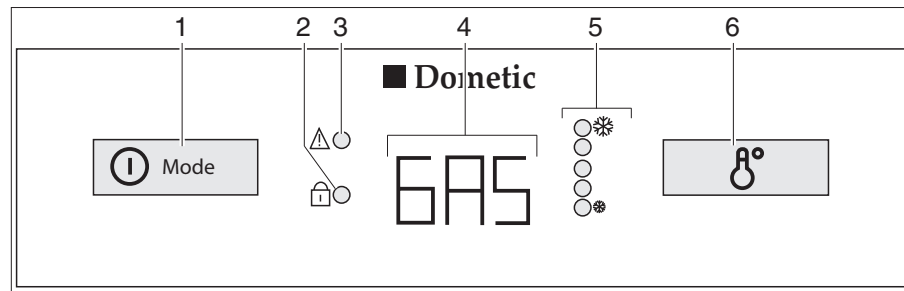

Fig. 334 Elementos de mando para el frigorífico (Dometic de la serie 8 con AES)
Con averías, parpadeará el visualizador LED avería "⚠" (Fig. 334,3).
Si **no** está conectada la alimentación de 230 V y el motor del vehículo está **desconectado**, el AES selecciona el suministro de gas. Al seleccionar el suministro de gas se abre automáticamente el seguro de encendido, de forma que puede fluir gas hacia el quemador. Simultáneamente se conecta el encendedor electrónico. Si se apaga la llama de gas, p. ej. debido a un golpe de viento, el encendedor se activa inmediatamente y enciende de nuevo el gas. Con una avería en el funcionamiento a gas, en el piloto (Fig. 334,4) parpadeará el texto "GAS".
Una vez conectado, el frigorífico selecciona automáticamente el ajuste medio del termostato. Este ajuste puede regularse posteriormente a mano con el conmutador para el ajuste de temperatura (Fig. 334,6). Los visualizadores LED (Fig. 334,5) indican el ajuste seleccionado del termostato. Con el interruptor se ajusta la temperatura de refrigeración para los tres tipos de energía. Pasan algunas horas hasta que el frigorífico alcanza la temperatura de servicio normal. Al conmutar el modo de funcionamiento se mantiene el ajuste del termostato. La temperatura de refrigeración se mantiene independientemente del tipo de energía.
- Pulsar el conector/selector de energía (Fig. 334,1) 2 segundos para conectar el aparato. Se visualiza el último modo de funcionamiento seleccionado en el piloto (Fig. 334,4).
- Seleccionar el tipo de energía con el conector/selector de energía (Fig. 334,1).
- La temperatura de refrigeración puede ser ajustada en el conmutador para el ajuste de temperatura (Fig. 334,6). Los visualizadores LED (Fig. 334,5) indican el ajuste seleccionado del termostato.
- Pulsar el conector/selector de energía (Fig. 334,1) 2 segundos. Todos los visualizadores se apagan.